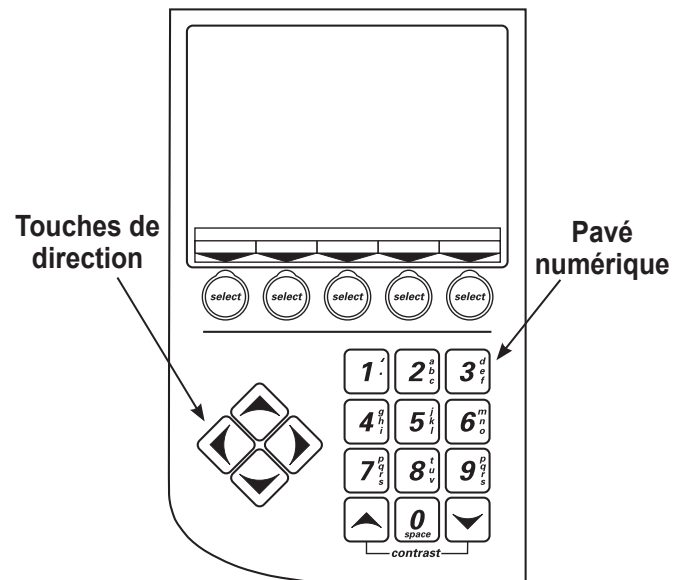

Figure 3
1. Utilisez la touche de direction vers le **HAUT** ou vers le **BAS** pour naviguer entre les différents choix. Reportez-vous à la figure 3.